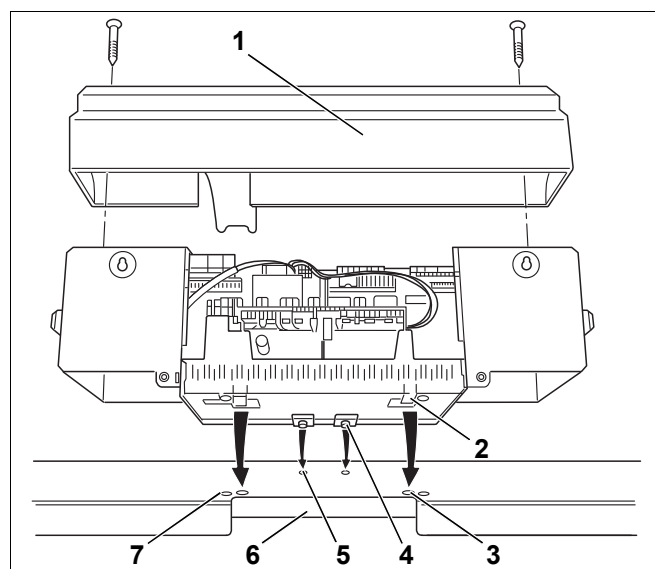
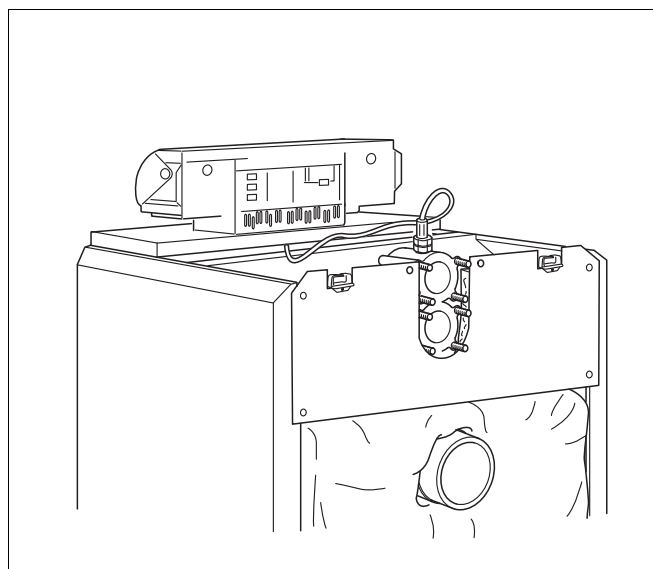

Рис. 43 Монтаж системы управления
Рис. 48 Котёл с установленной системой управления
На рис. 43 изображен вид сзади системы управления и передней крышки.
- ▶ Отверните два винта на крышке системы управления (рис. 43, [1]). Снимите крышку вверх.
- ▶ Установите систему управления. Вставьте крюки (рис. 43, [4]) системы управления в овальные отверстия передней крышки котла (рис. 43, [5]). Сдвиньте систему управления вперед и затем откиньте назад. Эластичные крюки (рис. 43, [2]) должны войти сзади в прямоугольные отверстия передней крышки котла (рис. 43, [3]).
- ▶ Закрепите цоколь системы управления к передней крышке котла справа и слева от прохода для кабеля (рис. 43, [6]) двумя саморезами (рис. 43, [7]).
- Закрепите крышку клеммной коробки (рис. 43, [1]) двумя саморезами на цоколе системы управления (рис. 48).